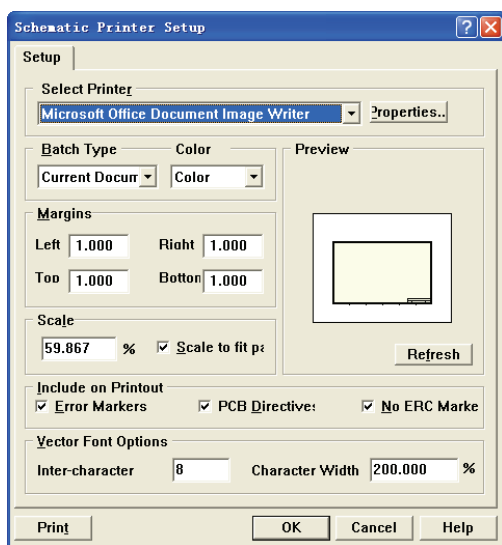
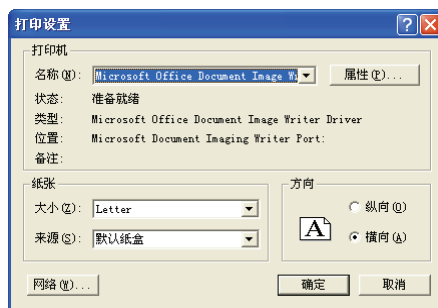

图 5-19 “Schematic Printer Setup”对话框
图 5-20 “打印设置”对话框
(1) 执行该命令后，弹出“Schematic Printer Setup”对话框，如图 5-19 所示。
(2) 单击 **Refresh** 按钮，可以刷新预览打印效果。
(3) 单击 **Properties..** 按钮，可以进行打印设置，如图 5-20 所示。